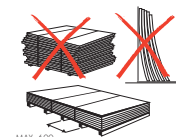

fig 6.
- Plaats pallets en platen op een vlakke ondergrond die over het totale oppervlak ondersteuning biedt. (fig 6.)